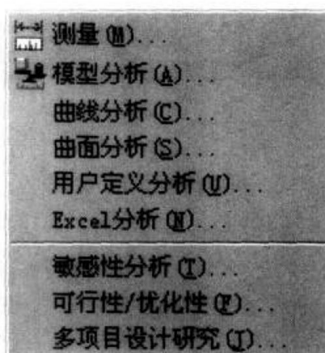

图 1.10
- **分析** 提供了一切可能用到的分析工具，如测量、模型分析、曲面分析、曲线分析等。在三维建模模式下提供的菜单命令如图 1.10 所示。